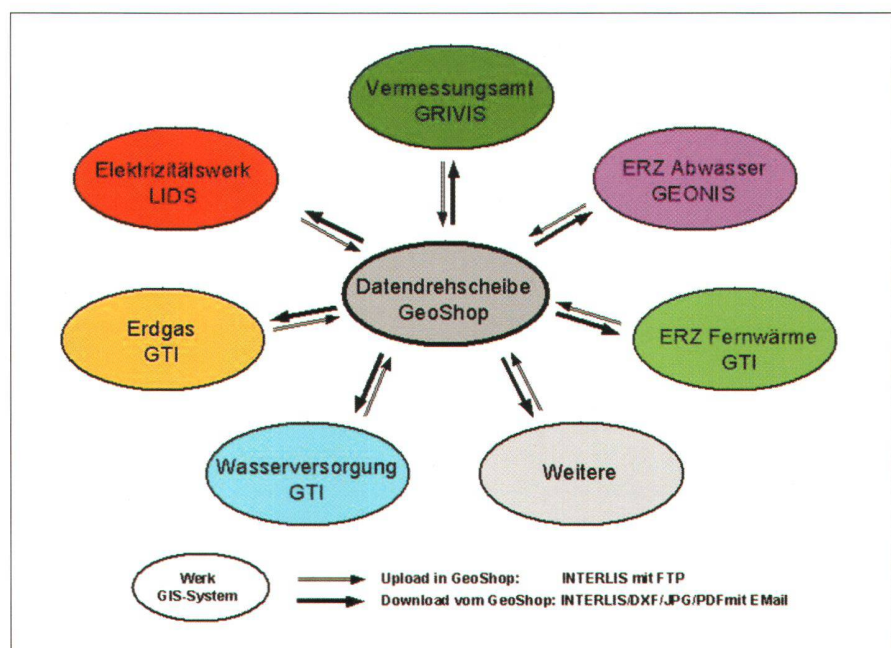

Abb. 1: Werke, GIS-Systeme und Datendrehscheibe.
- sind beim Unterhalt und der Planung ihrer jeweiligen Versorgungsnetze auf Geodaten der anderen Werke und der amtlichen Vermessung angewiesen. Jedes Werk verwaltet seine Geodaten in einem auf seine Bedürfnisse abgestimmten Geoinformationssystem (GIS). Dies führt zu einer heterogenen Systemlandschaft (Abb. 1), die den Austausch von Geodaten nicht gerade erleichtert. Die Werke der Stadt Zürich erkannten diese Problematik und suchten daher nach einer effizienten Lösung. Die Idee einer gemeinsamen, systemneutralen Datendrehscheibe war geboren.
Nach der Realisierung der INTERLIS-Schnittstellen war die Datendrehscheibe grundsätzlich einsatzbereit. Allerdings hätte eine Lösung mit direktem Dateiaustausch im Betrieb noch einen erheblichen Kommunikationsaufwand zwischen den Werken bedingt. Mit einer Online-Datendrehscheibe sollte auch dieser Aufwand minimiert werden. Als zentraler Geodaten-Server wird daher das Produkt GeoShop der Firma infoGrips eingesetzt (Abb. 1). Jedes Werk lädt seine Geodaten